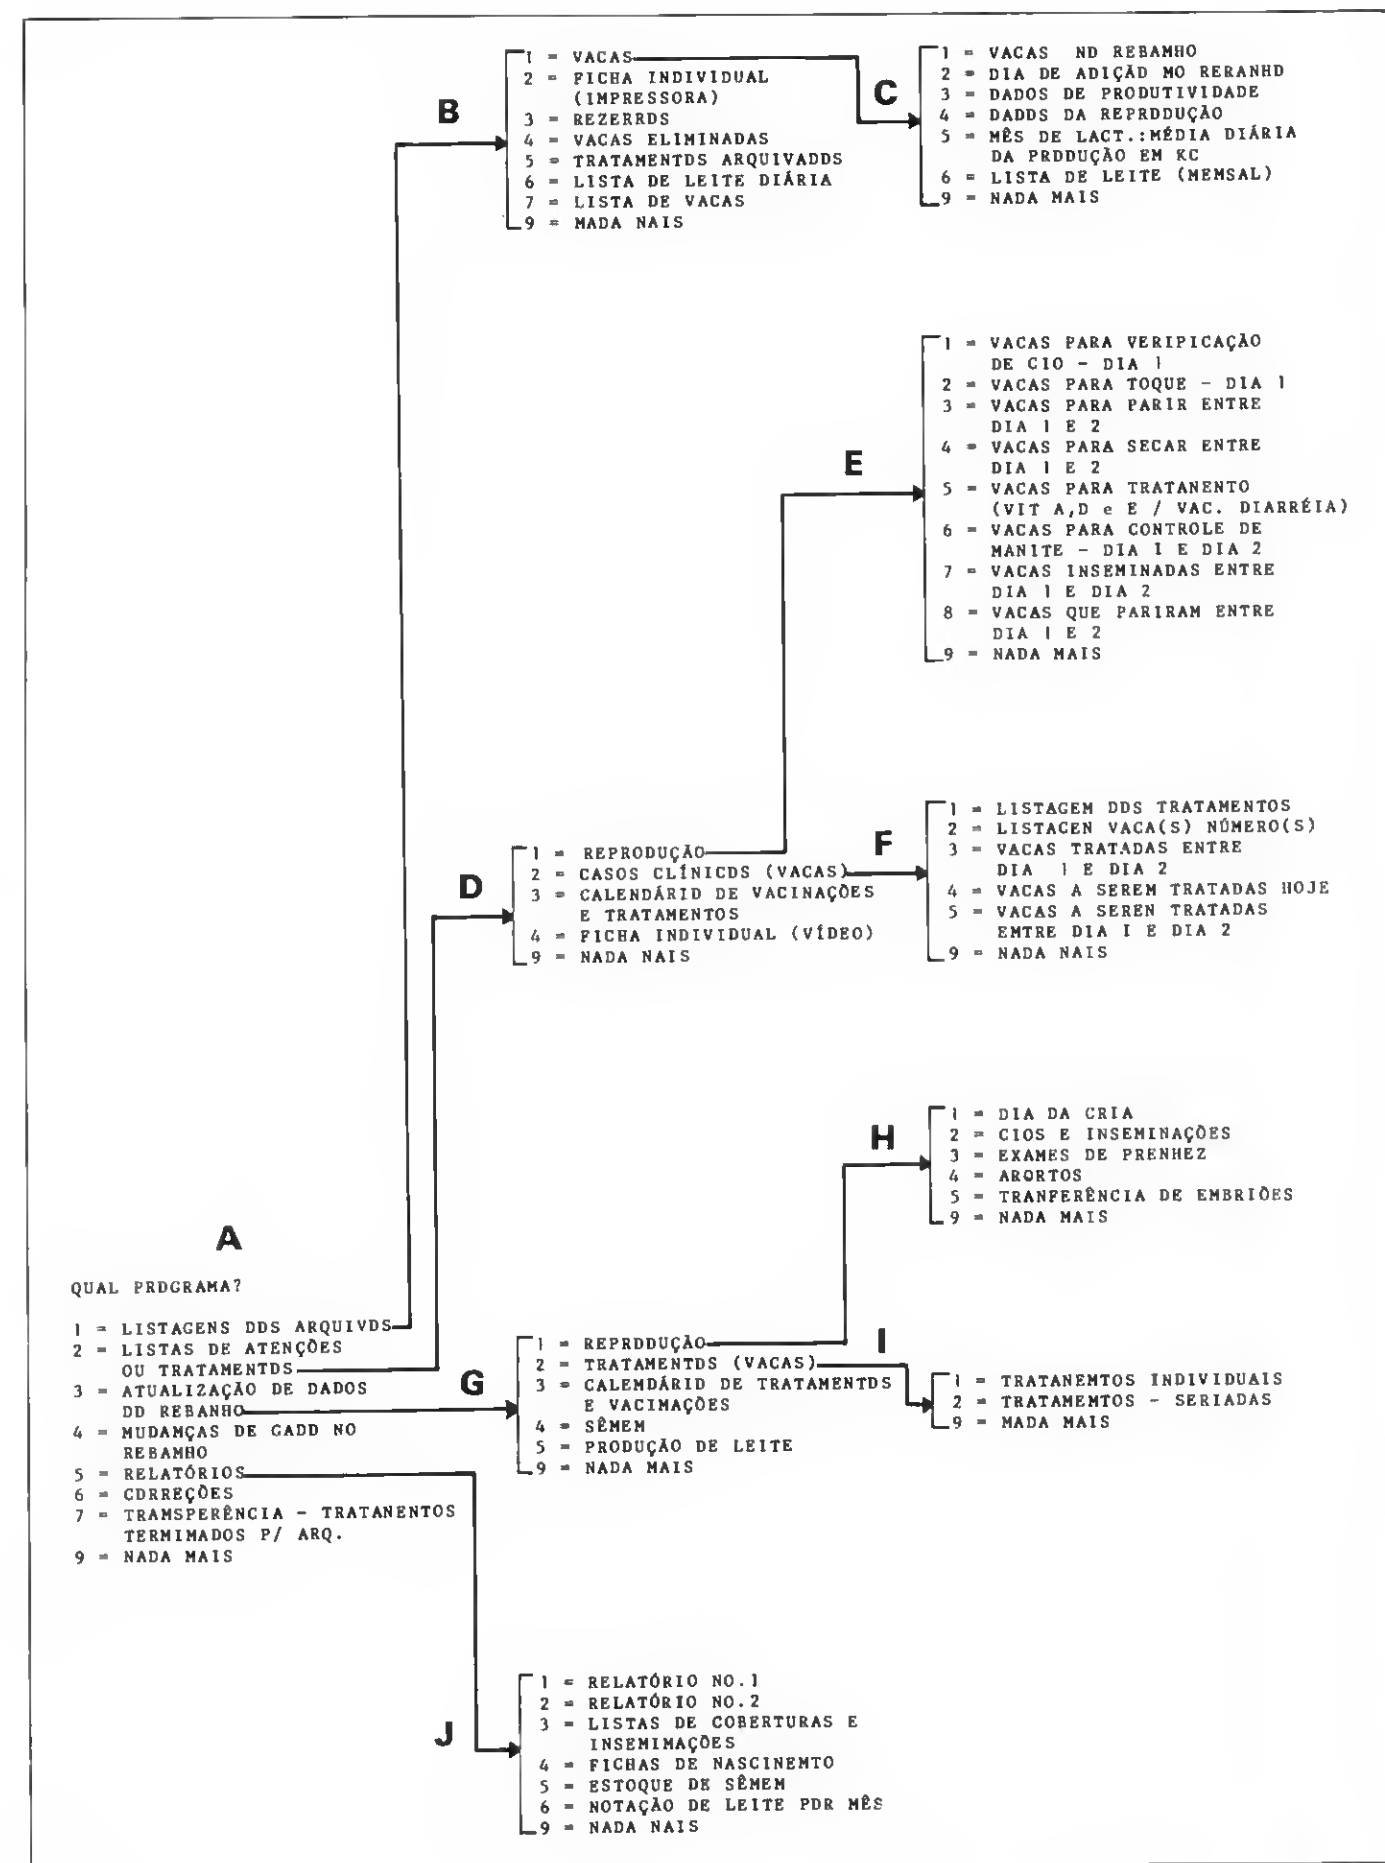

Figura 1
Os tipos de programas usados são mostrados na figura 1. Ao ligar o computador, automaticamente a primeira série (A) aparece no vídeo com os sete principais setores do sistema: (1) listagens dos animais em geral, (2) listas de animais que necessitam de alguma atenção ou tratamento, (3) atualização dos dados sobre os animais, (4) mudanças no rebanho (como adição ou eliminação de animais), (5) relatórios, (6) correções de arquivo e (7) um programa para arquivar dados que não são necessários diariamente.